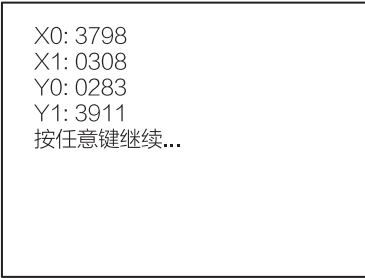

图59 触摸屏校正界面
4. 屏幕显示显示触摸点的坐标，再次触摸屏的任意位置，如图59，完成触摸屏校正。